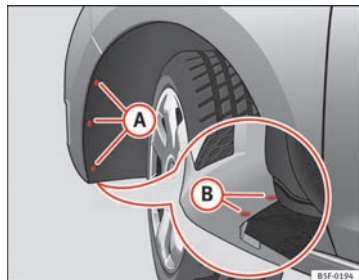

Fig. 148 Projecteur antibrouillard : accès au connecteur et au porte-ampoule.
- Retirez les 3 vis **(A)** ⇒ fig. 148 à l'intérieur de l'aile et les 2 vis inférieures **(B)** ⇒ fig. 148 du pare-chocs en vous servant d'un tournevis.